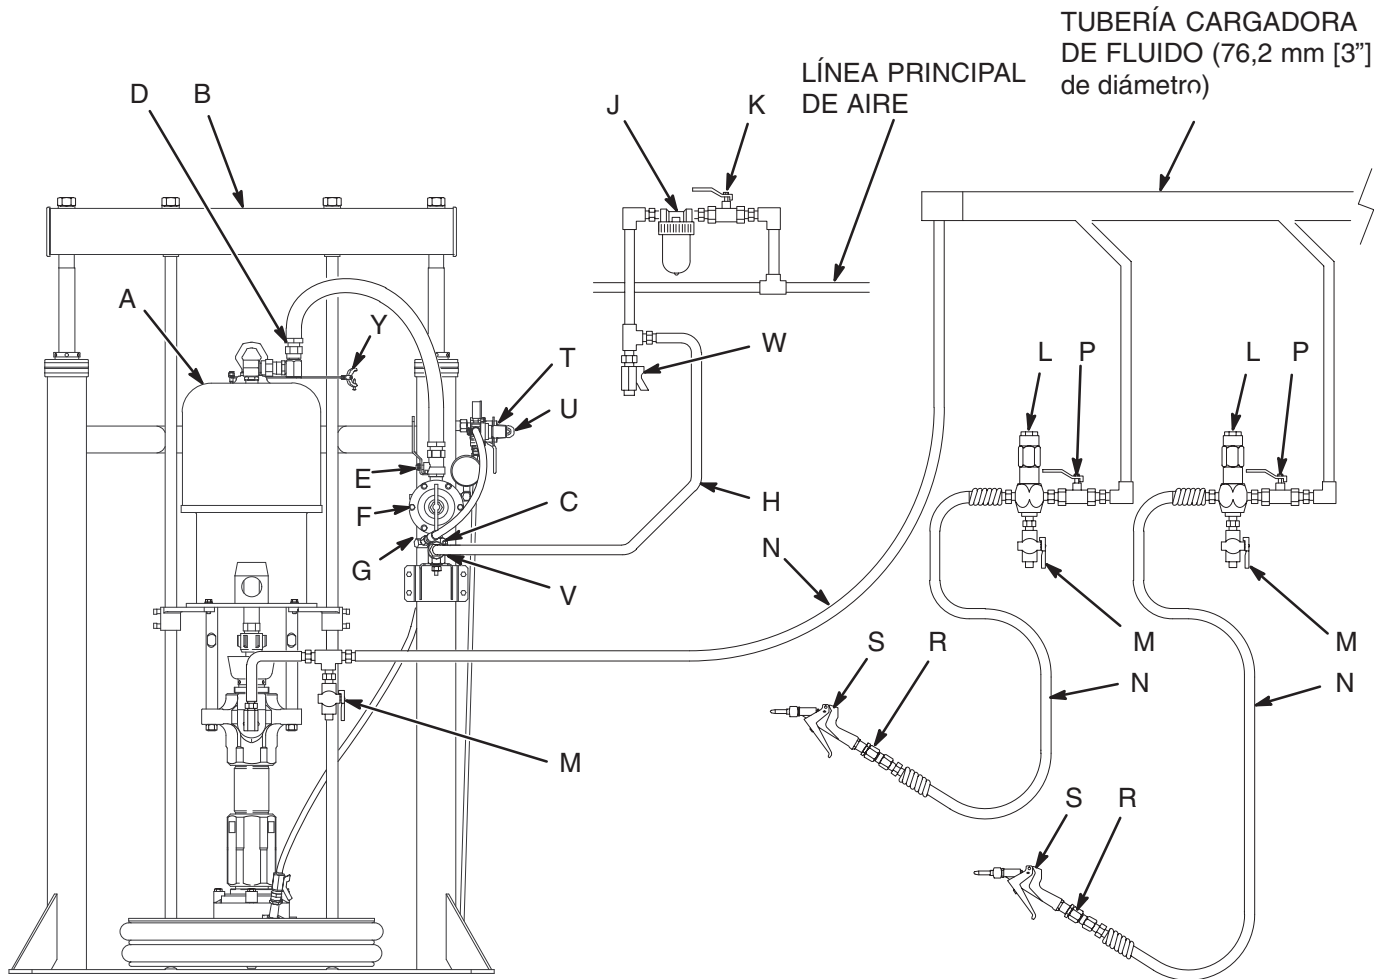
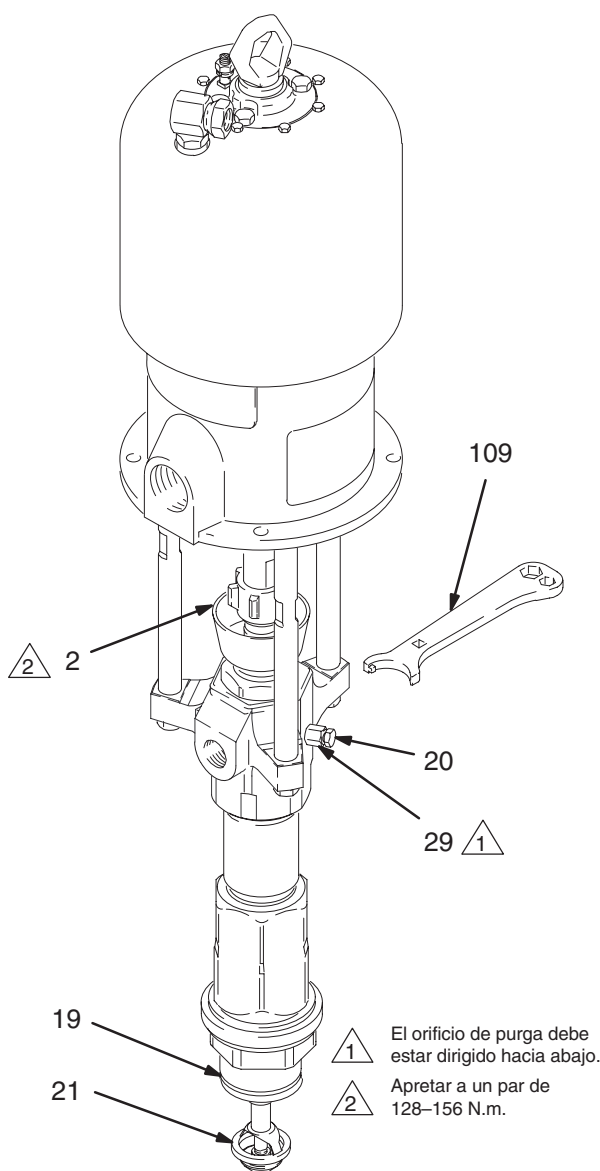

Fig. 3
Fig. 5
La instalación típica, mostrada en las Fig. 3 y 4, se ofrecen sólo como guía para la selección y la instalación de los componentes y accesorios del sistema. Contacte con su distribuidor Graco para obtener información y ayuda para planificar un sistema adecuado para sus necesidades personales.
Monte la bomba (A) de forma que se ajuste al tipo de instalación planificada. La Fig. 3, en la página 8, presenta una bomba montada sobre una carretilla en un sistema de carga múltiple. En la página 45 se muestran las dimensiones de la bomba y la disposición de los orificios de montaje.
Instale los siguientes accesorios en el orden indicado por la Fig. 3, utilizando adaptadores donde sea necesario:
Instale los siguientes accesorios en los lugares indicados por las Fig. 3 y 4, utilizando adaptadores donde sea necesario:
- Instalar **una válvula de paso de fluido (P)** en cada caída de la pistola/válvula, para aislar la pistola/válvula y los accesorios del fluido para las operaciones de mantenimiento.
- Instalar **una válvula de drenaje del fluido (M)** cerca de la salida de fluido de la bomba, y cada puesto de pistola/válvula. La válvula de drenaje es necesaria en su sistema para liberar la presión de fluido en la base de bomba, la manguera y al pistola/válvula (consulte la **ADVERTENCIA** de la columna de la izquierda). Las válvulas de drenaje de los puestos de pistola/válvula pueden montarse en la base de **un regulador de fluido (L)** utilizando un adaptador.
- **Un regulador de fluido (L)** controla la presión de fluido a la pistola/válvula, y amortigua los aumentos bruscos de presión.
- **Una pistola o válvula surtidora (S)** surte el fluido. La pistola ilustrada en la Fig. 3 es una pistola surtidora de alta presión para fluidos de alta viscosidad.
- **Una pieza giratoria para la pistola/válvula (R)** permite el libre movimiento de la pistola/válvula.
Antes de comenzar, llene la tuerca prensaestopas (2) hasta un 1/3 de su capacidad con líquido de sellado (TSL) Graco o un disolvente compatible. Vea la Fig. 5.
2. Vea la Fig. 3. Cierre el regulador de aire (F).
4. Sujete firmemente una pieza metálica de la pistola/válvula (S) contra el borde de una cubeta metálica con conexión a tierra, y mantenga el mecanismo de disparo accionado.
8. Si resulta difícil cebar la bomba, abra ligeramente el tapón de la válvula de drenaje (20). Utilice el orificio de purga, situado en la parte inferior del cuerpo de la válvula (29) como una válvula de cebado hasta que el líquido comience a fluir por el orificio. Vea la Fig. 5. Cierre la válvula de drenaje.
- NOTA:** Cuando cambie los recipientes de fluido con la manguera y la pistola/válvula ya cebadas, abra la válvula de drenaje (20) para que asista en el cebado de la bomba y en la ventilación del aire antes de que entre en la manguera. Cierre la válvula de drenaje una vez que se haya eliminado todo el aire del sistema.
10. Utilice el regulador de aire (F) para controlar la velocidad de la bomba y la presión del fluido. Use siempre la menor presión de fluido necesaria para obtener los resultados deseados. Presiones más altas pueden desgastar prematuramente la boquilla/injector.